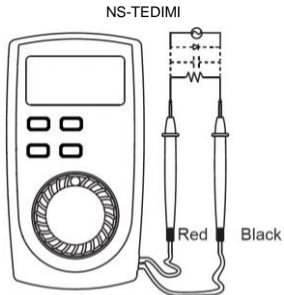

Figura 4
## **C. Medición de Resistencia** (vease figura 4)
#### D. Frecuencia y Ciclo de trabajo (véase figura 4)
**E. Medición de Continuidad & Diodos** (véase figura 4)** Aviso**
## F. Medida de capacidad (véase la figura 4)